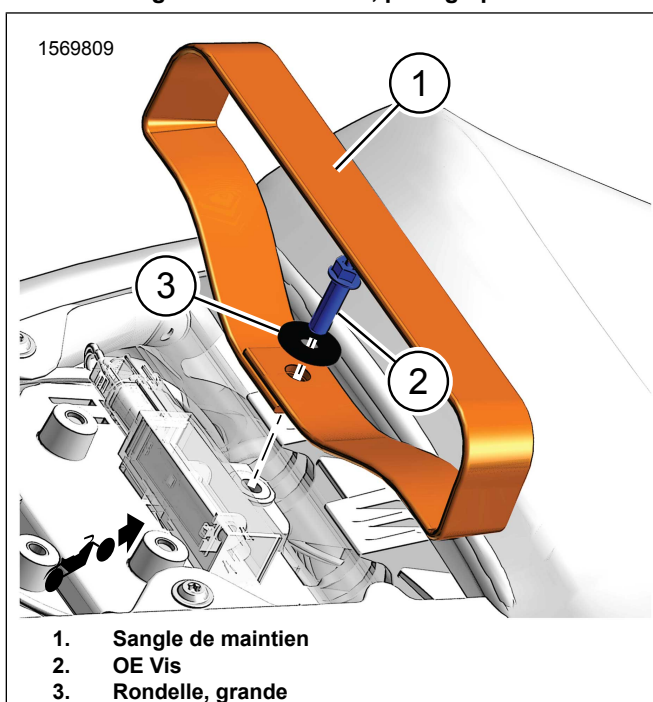

Figure 3. Sangle de maintien
3. Voir la Figure 3. Installez la sangle de maintien.
- a. Enlevez la vis OE (2). Conserver.
- b. Appliquez de l'adhésif frein-filet sur la vis (2).
- c. Voir la Figure 3. Installez la sangle de maintien (1), la rondelle (3) et la vis OE (2). Serrer.